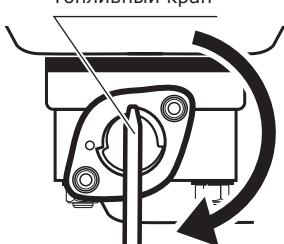

Рис. 14
- Откройте топливный кран генератора, повернув его рычаг в положение «Открыто» (рис. 14).